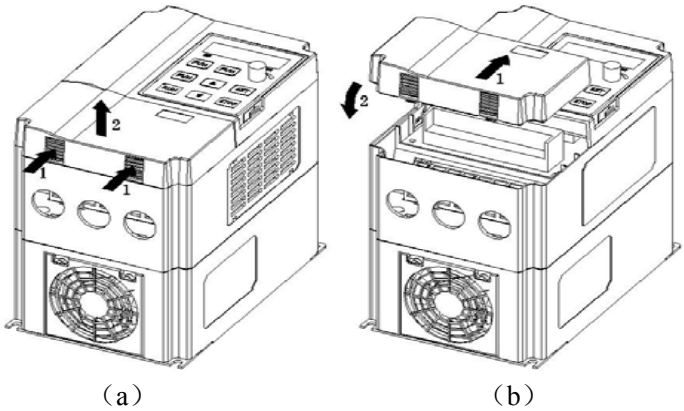

图 2-3 下面板拆装示意图
(1) 下面板的拆卸：如图 2-3 (a)，按 1 方向压两处面部，同时，请按 2 方向抬起下面板下部。
(2) 下面板的安装：如图 2-3 (b)，安装时，先将下面板和上面板对准位置并将面板前倾，按 1 方向使面板前部的止口先嵌入上面板，然后按 2 方向用力压下面板，使面板下侧卡钩嵌入下壳体。